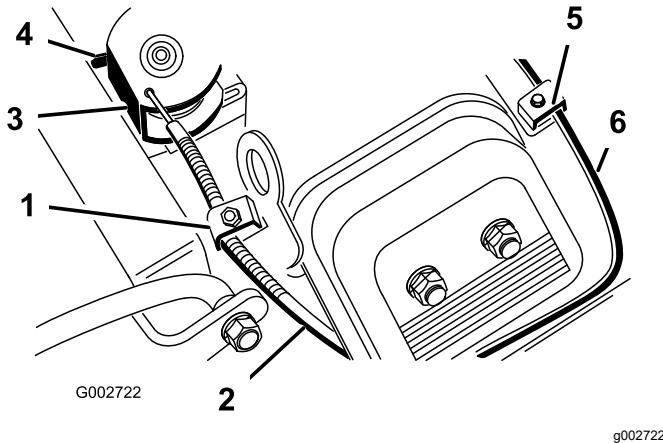

Figura 38
2. Afloje el tornillo de la abrazadera que fija el cable del acelerador al motor (Figura 38).
4. Tire firmemente del cable del acelerador hasta que la parte trasera del pivote entre en contacto con el tope (Figura 38).
2. Afloje el tornillo de la abrazadera que fija el cable del estárter al motor (Figura 38).
4. Tire firmemente del cable del estárter (Figura 38) hasta que la palomilla esté cerrada del todo, luego apriete el tornillo de la abrazadera.